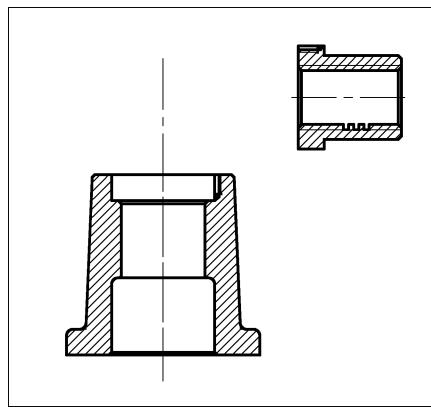

图 11-50 复制螺套示例
- 2) 在“QD010 装配图”绘图区，单击“剪贴板”面板→“粘贴”按钮 \blacksquare ，粘贴图形，如图 11-50 所示。